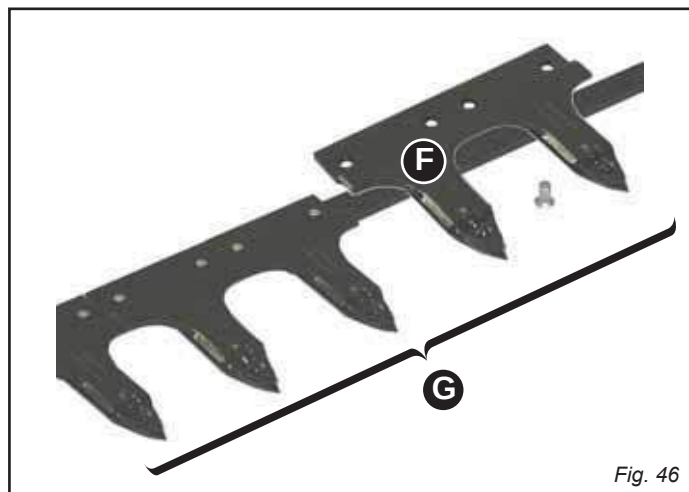

Fig. 46
SOSTITUZIONE ASTA PORTA DENTI (RIBADITO) (G Fig. 46)
SOSTITUZIONE DENTE (RIBADITO) (F Fig. 46)
- Ribadire un nuovo dente con gli appositi ribattini (F, Fig. 46).